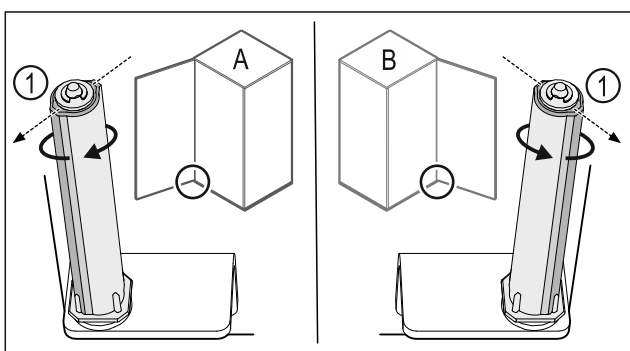

Fig. 26 Levo omejilo (A) / desno omejilo (B)
- Obrnite zaporni sistem proti upor, dokler ni mostiček zapornega sistema Fig. 26 (1) obrnjen navzven.